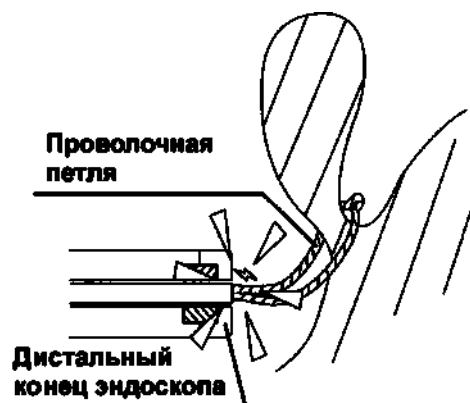

Рисунок 8
- Не включайте выходное напряжение, если металлическая часть на дистальном конце эндоскопа находится в непосредственной близости от проволоочной петли или контактирует с ней. Это может привести к повреждению эндоскопа и/или инструмента. (См. рис. 8)